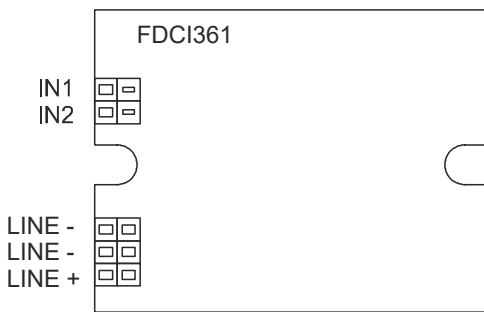
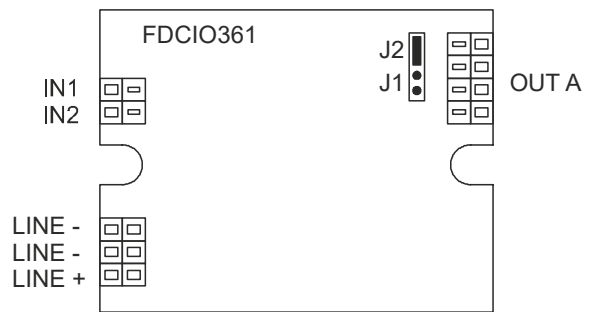

Fig. 13
Fig. 14
1. Connect the cables to the terminals as shown in the connection diagram (Figs. 13 and 14). Refer to the following figures for connection details:
- Schließen Sie die Kabel gemäß dem Anschlusschema an den Klemmen an (Fig. 13 und Fig. 14). Siehe folgende Figuren für Anschlussdetails: